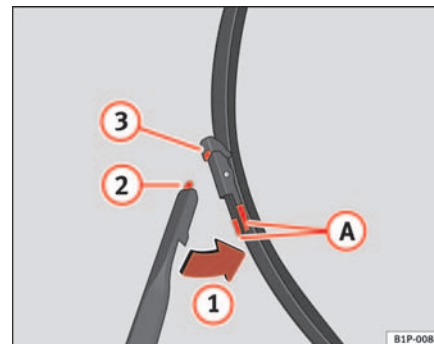

Fig. 148 Cambio de las escobillas del limpiaparabrisas
- Presione las teclas laterales (A) y libere la escobilla desplazándola en el sentido de la flecha (1) ⇒ fig. 148. ▶
⇒ página 225, fig. 148
- Desplace la escobilla hacia el brazo en el sentido contrario a la flecha ①, hasta percibir un click. ⇒ página 225, fig. 148